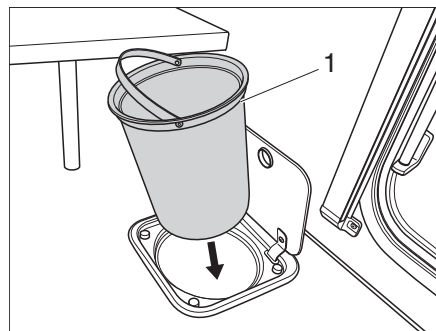

Bild 159 Avfallsbehållare kök
- Haka av avfallsbehållaren (Bild 159,1) och töm enligt gällande föreskrifter.